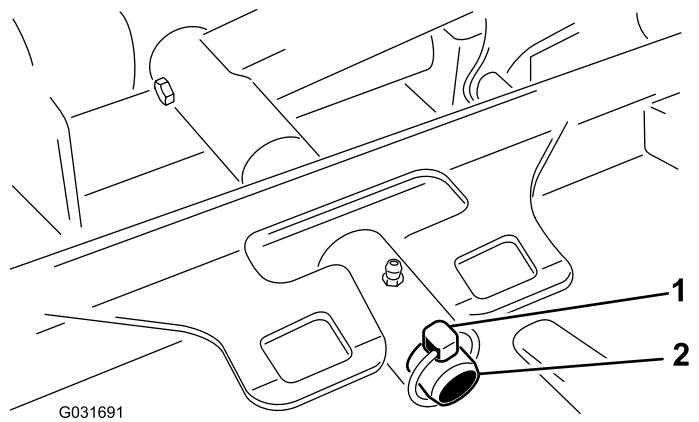

図 97
- デッキのキャリアフレームを昇降アームのピボットピンに固定しているリンチピンを外す図97。
3. デッキのキャリアフレームを昇降アームのピボットピンに入れ、リンチピンで固定する図 97。